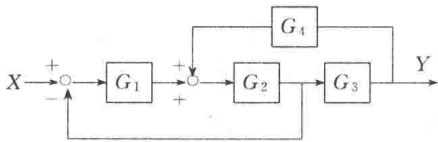
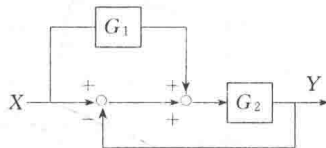

图 1-18 方块图 1
图 1-19 方块图 2
9. 试化简图 1-18、图 1-19 所示方块图，并求其等效传递函数。
解 图 1-18 可以依次化简为图 1-20(a) 和图 1-20(b)。